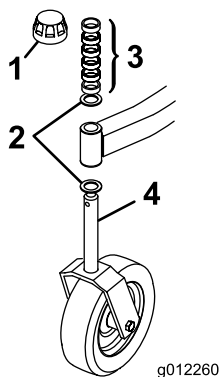
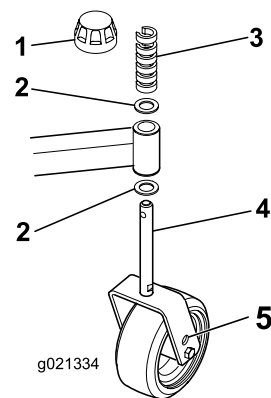

Figura 2
Figura 3
1. Retire as tampas de fixação dos rolamentos do eixo e desloque os espaçadores e anilhas de encosto (Figura 2 & Figura 3).
2. Deslize os espaçadores para o eixo da roda giratória para obter a altura de corte pretendida; consulte a tabela de Ajuste de corte na secção Ajustar a altura de corte deste manual. Deslize a arruela de apoio no eixo. Empurre o eixo da roda giratória grande através do suporte da roda giratória frontal e eixo da roda giratória pequena através do suporte da roda giratória traseira. Instale outra anilha de encosto e os restantes espaçadores no eixo e instale as tampas de fixação para prender o conjunto (Figura 2 & Figura 3).